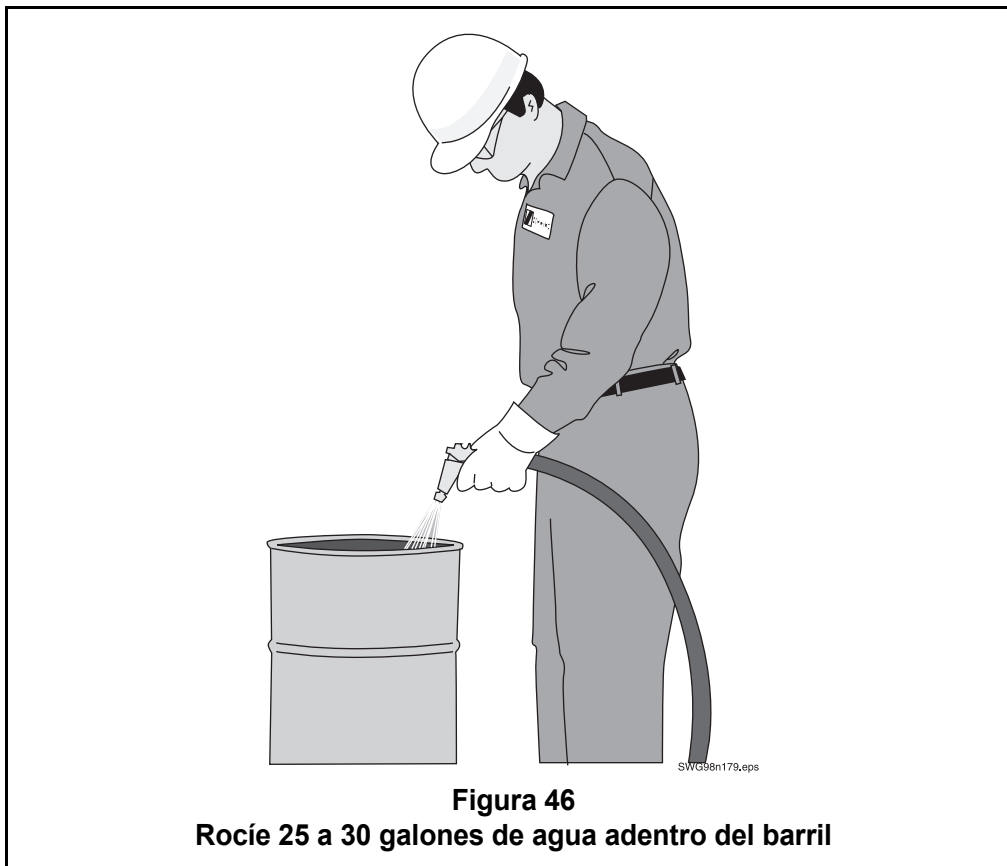

Figura 46
- Si va a usar cemento portland y agua para hacer su lechada lubricante, prepárese ahora (Figura 46). Coloque el barril, la pala, y la bolsa de cemento portland en el piso atrás de la tolva. Llene el barril con aproximadamente 25 a 30 galones de agua. (Por supuesto, se puede omitir